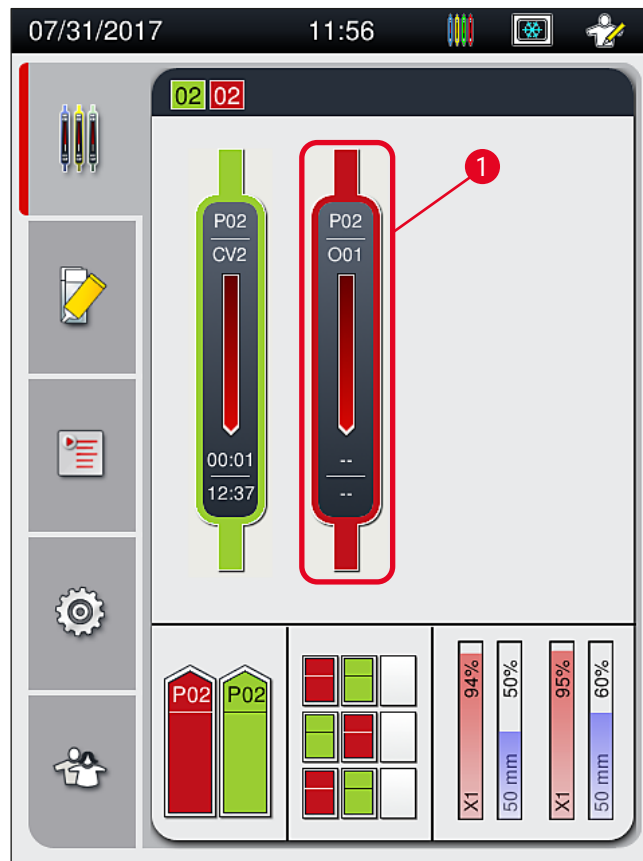
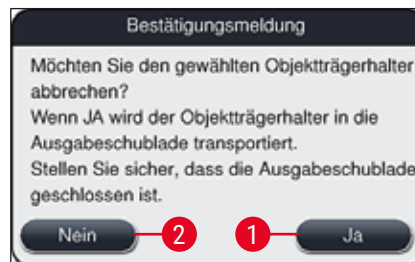

Abb. 78
Abb. 80
- ① Eindeckvorgänge können nur über die Prozessstatusanzeige (→ Abb. 78) abgebrochen werden.
Nach dem Drücken der Taste **Obj.tr. abbrechen** (→ Abb. 79-1) folgt eine Meldung (→ Abb. 80). Den Abbruch mit der Taste **Ja** (→ Abb. 80-1) bestätigen oder durch Drücken von **Nein** (→ Abb. 80-2) zur Prozessstatusanzeige (→ Abb. 78) zurückkehren.